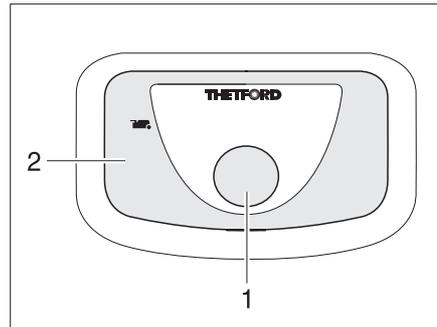

Bild 155 Spülknopf/Kontroll-Leuchte
- Zum Spülen den blauen Spülknopf (Bild 155,1) drücken.
Die Kontroll-Leuchte (Bild 155,2) leuchtet, wenn die Thetford-Kassette entleert werden muss.
- Den Schieberhebel (Bild 155,1) im Uhrzeigersinn schieben. Der Schieber wird geschlossen. Zum Entleeren **muss** in der Thetford-Toilette der Schieber geschlossen sein.